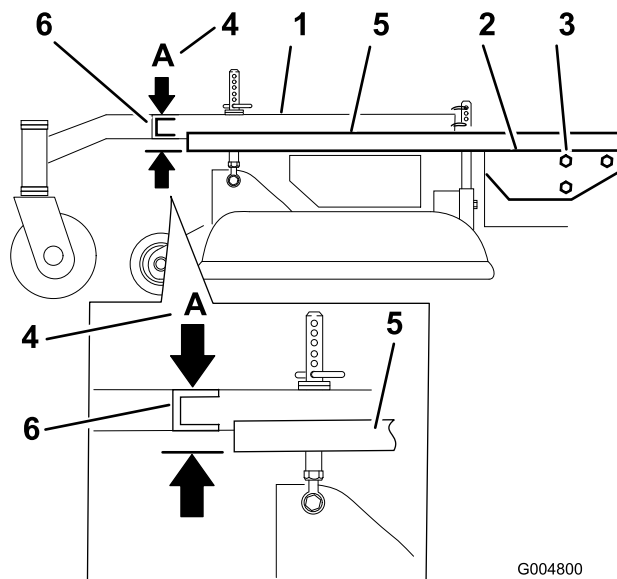

Figure 69
3. Placez une longue planche, ou autre objet similaire parfaitement droit en haut du plancher moteur, comme illustré à la Figure 69.
4. Au niveau du tube transversal du bâti porteur, mesurez la hauteur au point A (Figure 69). Elle doit être égale à 33 mm (1-5/16 po) \pm 6 mm (1/4 po).
6. Desserrez les boulons de montage du bâti porteur de chaque côté de la machine (Figure 69).
7. Alignez le bâti porteur et le plancher moteur à la même hauteur qu'au point A, c.-à-d. 33 mm (1-5/16 po) \pm 6 mm (1/4 po) (Figure 69).